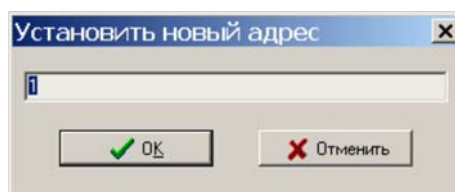

Рисунок 18
9) Для изменения адреса блока выбрать пункт меню «Адрес» в окне «Поиск» и установить новый требуемый адрес блока в соответствии с рабочим проектом системы, в которой используется УСЛ-АС (рисунок 18).